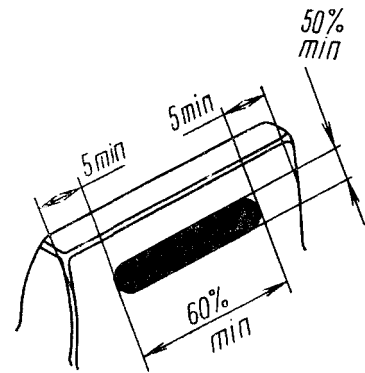

Рис. 152. Расположение пятна контакта
- при установке шестерен из числа запасных частей необходимо сопрягаемые шестерни комплектовать по пятну контакта и уровню шума на зубообкатных станках. Расположение пятна контакта должно соответствовать рис. 152. Желательно расположение пятна контакта в зоне делительной окружности.